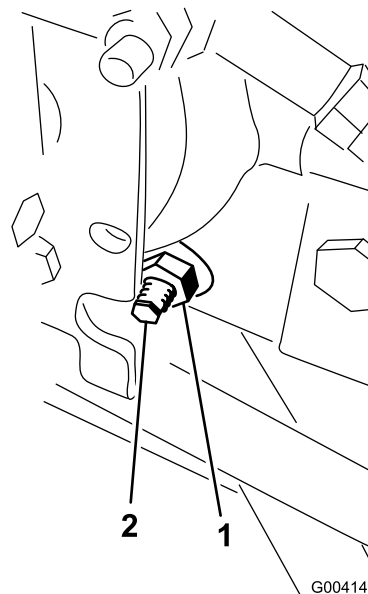

Figura 60
3. Dal lato destro dell'idrostatato, allentate il dado di bloccaggio sulla camma di regolazione della trazione (Figura 60).